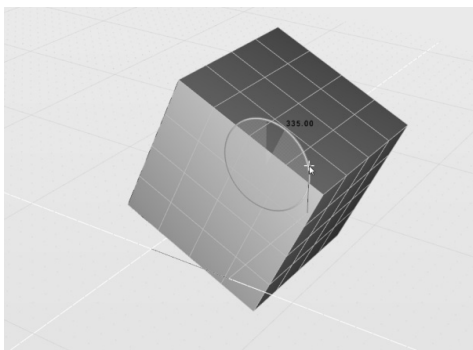

图 2-23 旋转操作
- 2) 激活建模工具栏中的旋转工具, 或使用旋转快捷键 (E)。此时在选中对象上出现旋转控制杆。
- 3) 按住 3 个不同颜色的控制杆调整旋转角度。例如，图 2-23 所示为基于 Y 轴（绿色）旋转了 335°。